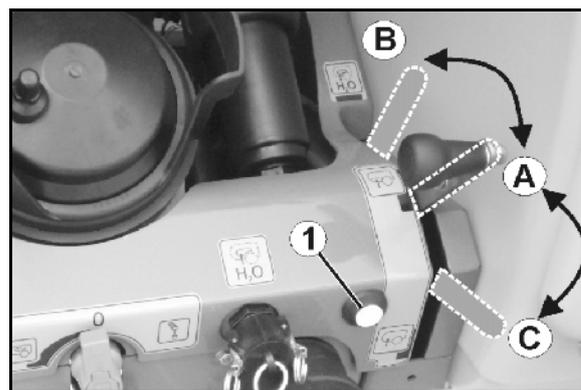

Fig. 104
- le bouton-poussoir sur le tableau de commande (Fig. 104/1).